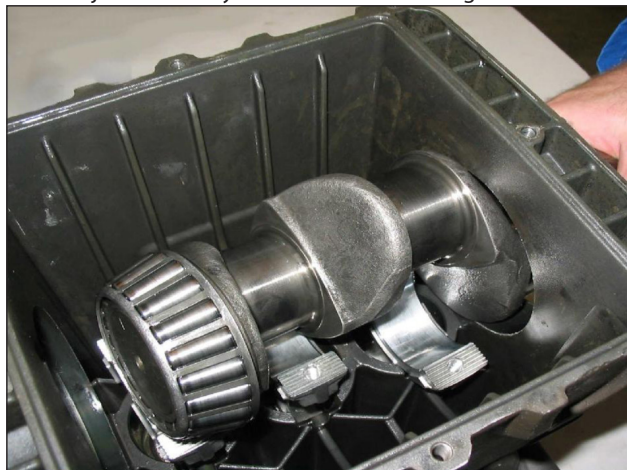

Fig. 4
- Empujar hacia delante las guías del pistón con las correspondientes bielas para facilitar la extracción lateral del eje bomba tal y como se indica en la Fig. 4.